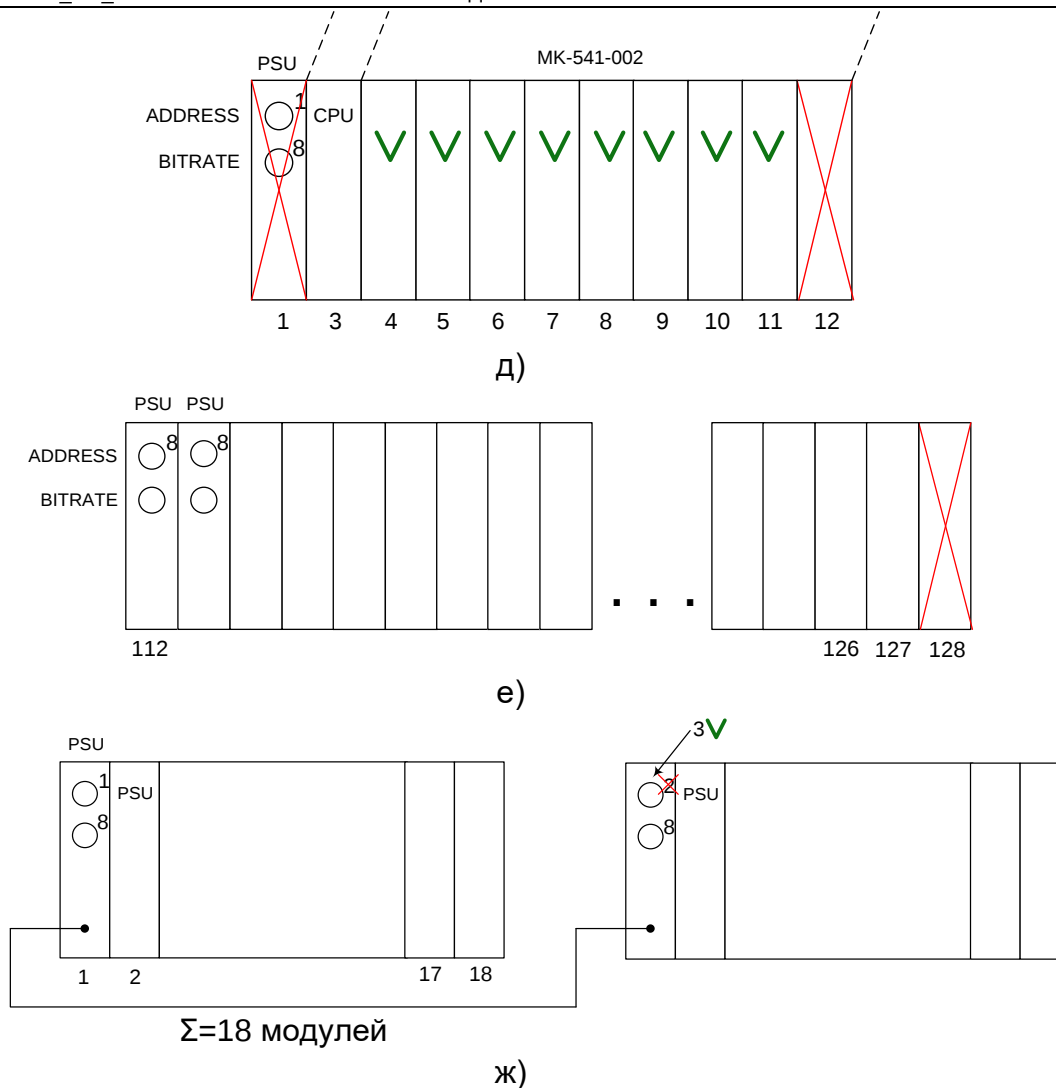

Рис. 32 – Правила размещения модулей в корзинах
3) В каждой корзине должен быть как минимум один модуль питания. При необходимости в корзине может быть несколько модулей питания. В этом случае положения переключателей «ADDRESS» и «BITRATE» всех модулей питания корзины должны совпадать (Рис. 32 а).
4) Модуль питания следует располагать исключительно в первой (левой) позиции. Второй (резервный) модуль питания корзины следует располагать во второй позиции, сразу за первым модулем питания. Все прочие модули следует располагать справа от модуля (модулей) питания (Рис. 32 а, б).
6) Адрес «1» на шине CAN в рамках корзины всегда получает первый модуль питания; адрес «2» на шине CAN в рамках корзины всегда резервируется за вторым модулем питания, независимо от его наличия; все прочие модули, установленные после первого (второго для варианта с двумя модулями питания) получают адреса, начиная с «3». Полный адрес на «общей шине» CAN вычисляется путём сложения адреса модуля в рамках корзины с величиной смещения, задаваемой переключателем «ADDRESS» модуля (модулей) питания корзины (Рис. 32 а, б).
7) В конфигурации изделия должен быть как минимум один модуль центрального процессора (далее CPU). При необходимости обеспечения резервирования, конфигурация изделия должна включать два модуля CPU. Наличие трёх и более модулей CPU в конфигурации изделия не допускается (Рис. 32 в).
8) Модули CPU следует располагать либо в первой стойке сразу после модулей питания (до двух модулей CPU, основного и резервного), либо в любой последующей стойке (не более одного модуля CPU, обычно резервного) сразу после модуля питания. Расположение модуля CPU в иных позициях не допускается (Рис. 32 г).
9) Не допускается использование более 8 коммуникационных модулей МК-541-022 (Рис. 32 д).